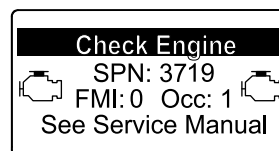

Bild 41
- Wenn eine Wiederherstellung-Regenerierung erforderlich ist, wird im InfoCenter die Motorwarnung SPN 3719, FMI 16 (Bild 41) angezeigt, und der Computer verringert die Motorleistung auf 85 %.